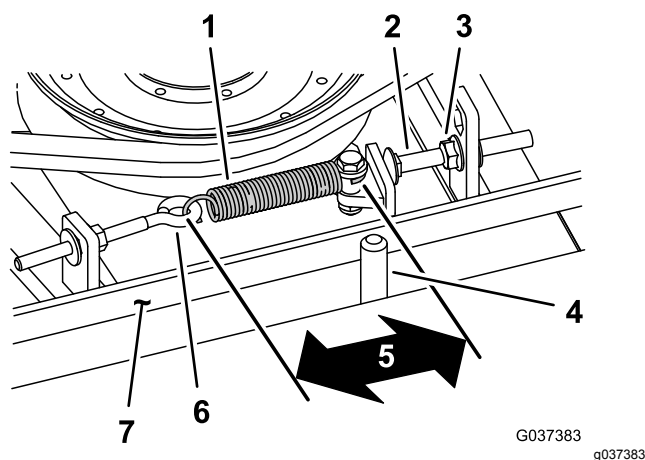

Figura 101
Quando a tensão estiver correta, a medida interior da mola de extensão (gancho a gancho) deverá ser de cerca de 8,3 cm a 9,5 cm. Logo que se obtenha a tensão correta da mola, ajuste o pino de fecho (parafuso da carroçaria) até haver uma folga aproximada de 2 a 5 mm entre a cabeça do parafuso e o braço intermédio (Figura 101).
Nota: Certifique-se de que correia está colocada no lado da mola do guia da correia (Figura 101).
2. Desaperte o parafuso com olhal (Figura 101).
3. Desaperte a porca flangeada que prende o pino de fecho à patilha de montagem e afaste a polia intermédia da correia (Figura 101).
9. Ligue a mola de extensão (Figura 101) ao parafuso de olhal e aplique a tensão na correia como se segue: